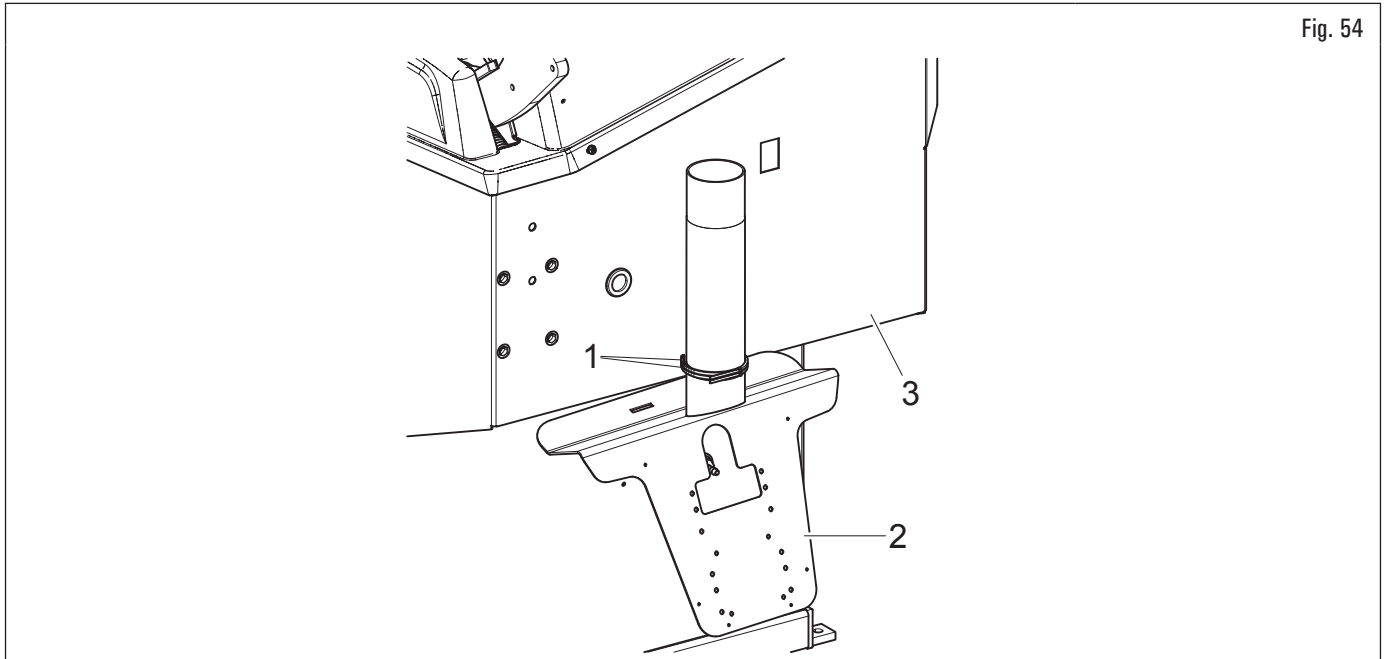

Fig. 54
1. Cortar las dos abrazaderas (Fig. 54 ref. 1) y liberar el soporte (Fig. 54 ref. 2) del bastidor (Fig. 54 ref. 3).